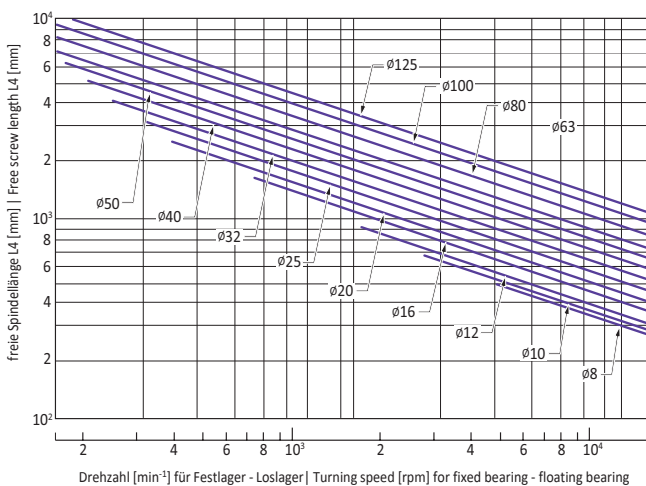
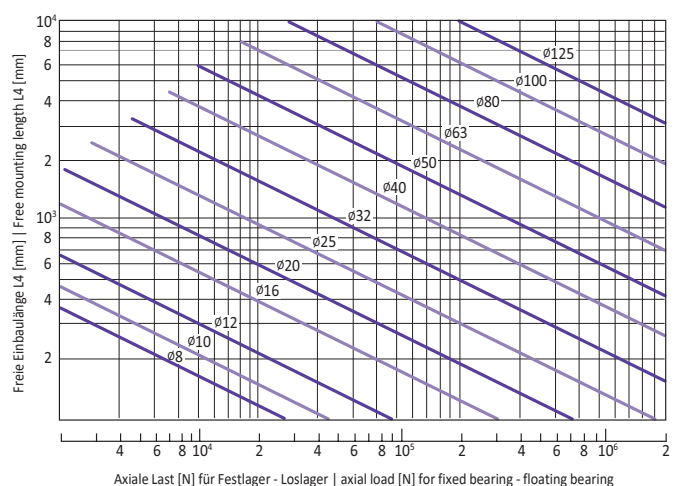

Bild1: Biegekritische Drehzahl | Fig.1: Bending critical turning speed
Bild2: Kritische Knickkraft | Fig.2: Critical Buckling load
**Montageposition:** Die in der HS Hubspindel verbaute Kugelumlaufspindel hat keine Selbsthemmung. Bei vertikalem Einbau muss ein Bremsmotor als Antrieb gewählt werden. Die **Hublänge** ist flexibel. Bei Drucklast ist die kritische Knickkraft gemäß Bild1 zu beachten. Bei langen Hüben in Kombination mit hohen Eintriebsdrehzahlen darf die **biegekritische Drehzahl** in Bild2 nicht überschritten werden. Exakte Berechnungen gemäß Festlager-Loslager im Abschnitt Verzahnungen und Spindeln. Das benötigte **Antriebsmoment** zur Auslegung des Antriebes mit Getriebe und Motor oder Motor im Direktantrieb kann überschlägig nach der im Folgenden aufgeführten Formel ermittelt werden. Bei den erreichbaren hohen Drehzahlen spielt auch die **Massenträgheit** der Hubspindel eine Rolle. Diese kann in Abhängigkeit vom Hub überschlägig nach den unten aufgeführten Formeln berechnet werden.
**Mounting position:** The ball screw inside the lifting screw HS has no self-locking effect. For vertical mounting a brake motor is mandatory. The **stroke** is flexible. For pressure loads the **critical buckling load** according to Fig.1 must be considered. For long strokes, combined with **high input speeds** the **bending critical turning speed** shall not be exceeded. Exact calculations based on fixed bearing - floating bearing mounting situation are described on pages V052-V054 in this catalogue in chapter gears and screws. The necessary **drive torque** for dimensioning the drive with gear box and motor or motor in direct drive can be rough calculated according to the formula below. With the possibility of high turning speeds the mass moment of inertia of the lifting screw HS needs to be considered. It can be rough calculated in dependence from the stroke according to the formulas below.